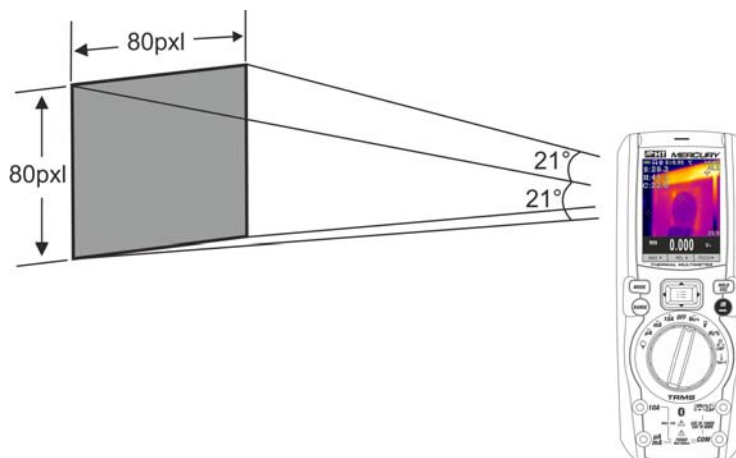

Fig. 39: Representação do campo visual (FOV) do instrumento MERCURY
7. Para efetuar medições precisas da temperatura deve-se certificar se a superfície do objeto em teste é sempre maior do que a superfície efetivamente mensurável pelo instrumento expressa pelo seu campo visual (FOV = Field Of View). O instrumento MERCURY tem um campo visual igual a $21^\circ \times 21^\circ$ e um vetor de detecção de 80×80 (6400) pxl como se mostra na Fig. 39